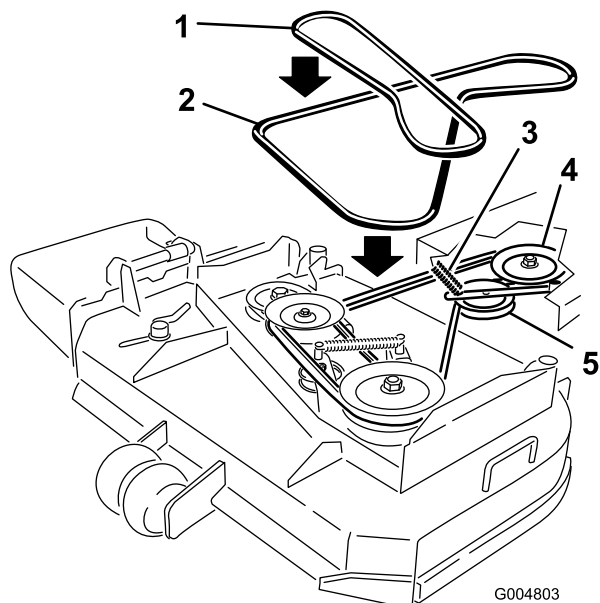

Figura 45
6. Retire la correa de la polea central de la carcasa del cortacésped (Figura 45). Extreme las precauciones al retirar la correa ya que la tensión aumentará debido a que la polea tensora está tensada con muelle.
7. Retire la correa de la polea del motor y la polea tensora tensada con muelle (Figura 45).
8. Instale la correa nueva sobre la polea del motor y sobre la polea tensora tensada con muelle (Figura 45).
9. Coloque la correa en la polea central de la carcasa del cortacésped (Figura 45). Extreme las precauciones al instalar la correa ya que la tensión aumentará debido a que la polea tensora está tensada con muelle.